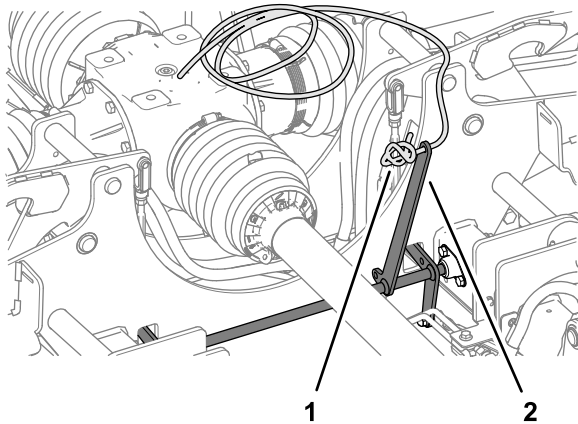

Рисунок 11
1. Вставьте конец троса фиксаторов дек в отверстие рычага фиксатора и надежно привяжите трос (Рисунок 11).